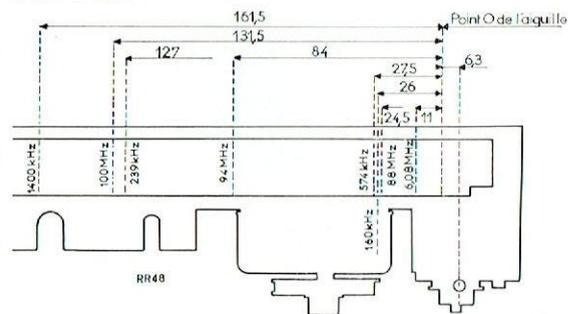

Fig. 1
- Avant tout réglage, vérifier que l'aiguille est bien calée quand le CV est fermé (fig. 1)